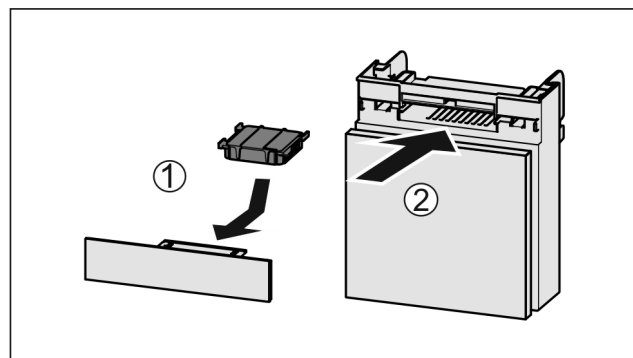

Fig. 99
- Aktivkohlefilter nach Abbildung einsetzen Fig. 99 (1).
- Fach einschieben Fig. 99 (2).